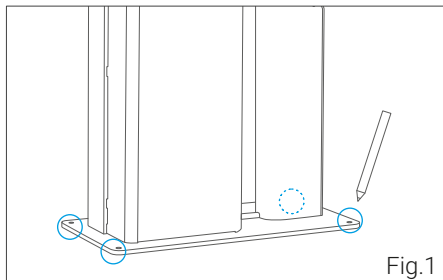

Fig.1
- 2 Positionnez la borne de réparation sur le socle en béton préalablement préparé et reportez les trous à l'aide d'un crayon résistant à l'eau. (fig. 1).